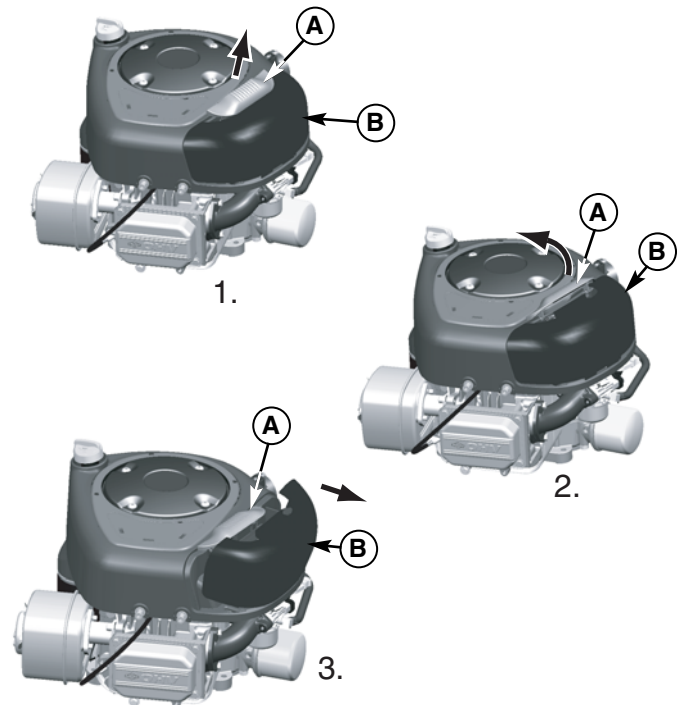

Figure 26. Ensemble de filtre à air - Modèles à cylindre simple Briggs & Stratton
1. Soulever le bas du loquet (A, figure 26 ou 27) et écarter le loquet du couvercle.